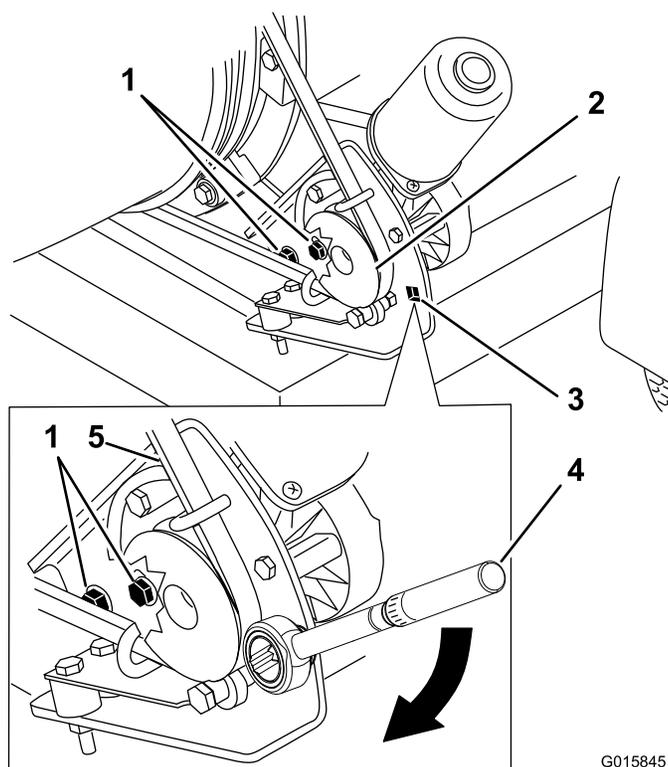

Рисунок 30
1. Ослабьте болты крепления монтажного кронштейна шкива к раме воздуходувки (Рисунок 30).
2. Установите динамометрический ключ на монтажном кронштейне шкива (Рисунок 30).
3. Отверните монтажный кронштейн шкива от сопла так, чтобы показание динамометрического ключа стало равным 22,6 – 26,0 Н·м (Рисунок 30).